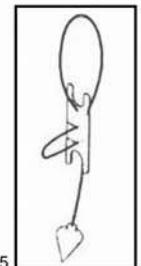

Рис.15
1) Используйте нитяной отвес для точной установки инструмента над точкой.(Рис.15)